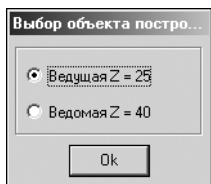

Рис. 4.58.
3. После выполнения расчетов на экран выводится окно, в котором предлагается выбрать для дальнейшей работы одну из звездочек (рис. 4.58).